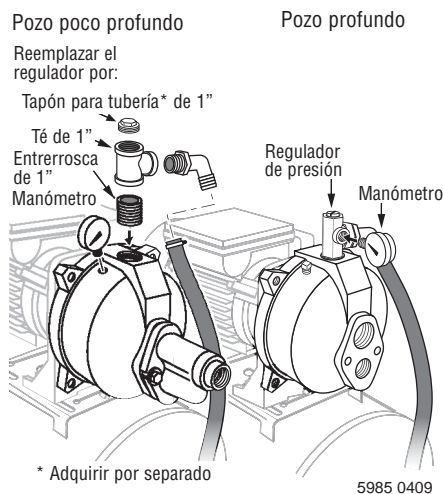

Figura 4 : Instalar un regulador de presión y un manómetro para pozo profundo. Instalar un té de cebar y un manómetro para pozo poco profundo.
- Paso 2. Instale el regulador de presión y el manómetro en el cuerpo de la bomba (vea la Figura 4).
- Paso 2. Saque el regulador de presión del cuerpo de la bomba. Reemplácela con un entrorroscas bicónica de 1" NPT, un Té de 1" x 1" x 3/4" NPT, y un tapón para tubería de 1" NPT (vea la Figura 1). Instale el manómetro en el orificio tapado en el cuerpo de la bomba (vea la Figura 4).
- Paso 1. Saque la válvula de control del cuerpo de la bomba. Reemplácela con una entrerroscas bicónica de 1" NPT, un Té de 1" x 1" x 3/4" NPT, y un tapón para tubería de 1" NPT (vea la Figura 1). Instale el manómetro en el orificio tapado en el cuerpo de la bomba (vea la Figura 4).
- Paso 1. Instale el regulador de presión y el manómetro en el cuerpo de la bomba. Vea la Figura 4, página 34.